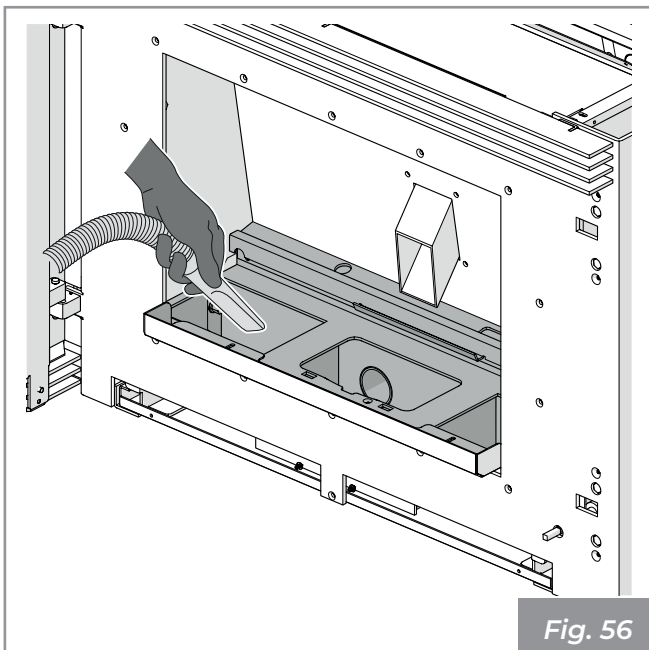

Fig. 56
- Aspirer la cendre résiduelle (Fig. 56).